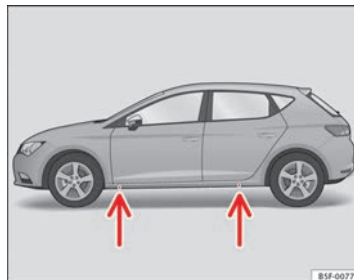

Fig. 123 Travesaño: marcas
- Busque en el larguero el punto de apoyo (zona hundida) más cercano a la rueda a cambiar ⇒ fig. 123. Tras la marca se encuentra, en el larguero, el punto de apoyo para el gato*.